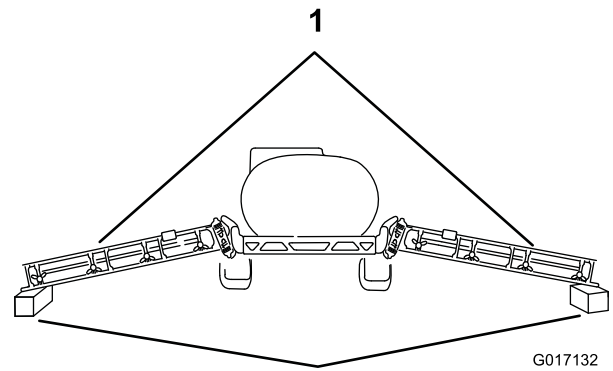

Figure 5
3. Abaissez les rampes avec précaution sur des blocs de bois à environ 10 cm de hauteur (Figure 5).